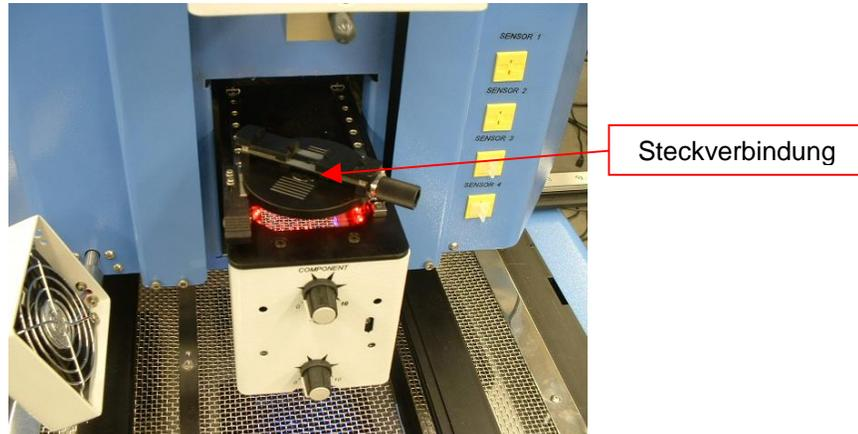

Abbildung 17a
- ix. Platzieren Sie die Steckverbindung auf der Befestigungsplatte oben am Kameragehäuse. (Abbildung 17a) Die Steckverbindung muss gleich wie die Düse ausgerichtet sein. Justieren Sie wie in Absatz 11 beschrieben.